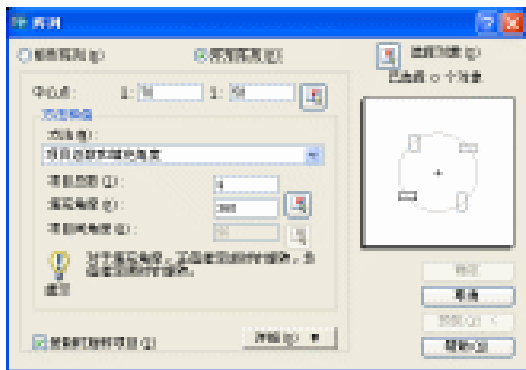
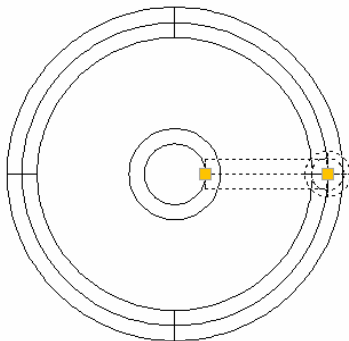
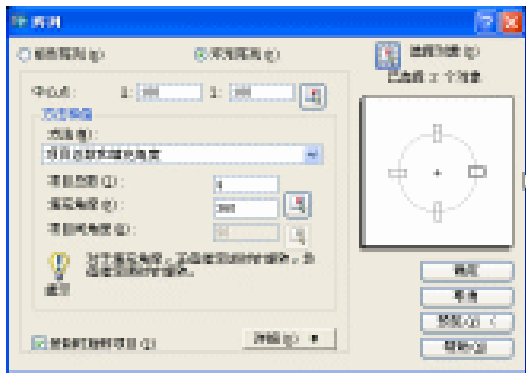
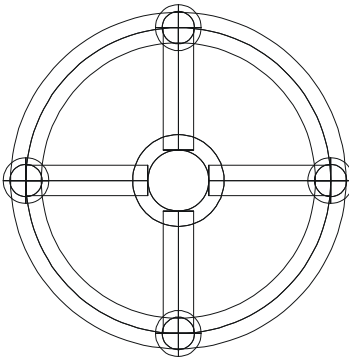

图 10-3-5
图 10-3-6
图 10-3-7
图 10-3-8
STEP 02 手轮的轮辐是有对称性的均匀分布，用阵列工具对其进行操作绘制出手轮的轮辐。具体操作是：单击工具栏上的阵列按钮或在命令行上输入阵列命令，即弹出“阵列”对话框，如图 10-3-5 所示。在该对话框中单击环形阵列单选项，单击“中心点”后的按钮，回到绘图区内，捕捉到圆柱的圆心点；重新回到“阵列”对话框中，单击右上角的选择对象的按钮，在回到绘制区内选择球体和圆柱体，如图 10-3-6 所示。重新回到“阵列”对话框中，把框中的参数设置如图 10-3-7 所示。单击“预览”按钮，观察阵列是否正确，若不正确，重新设定；最后效果如图 10-3-8 所示。